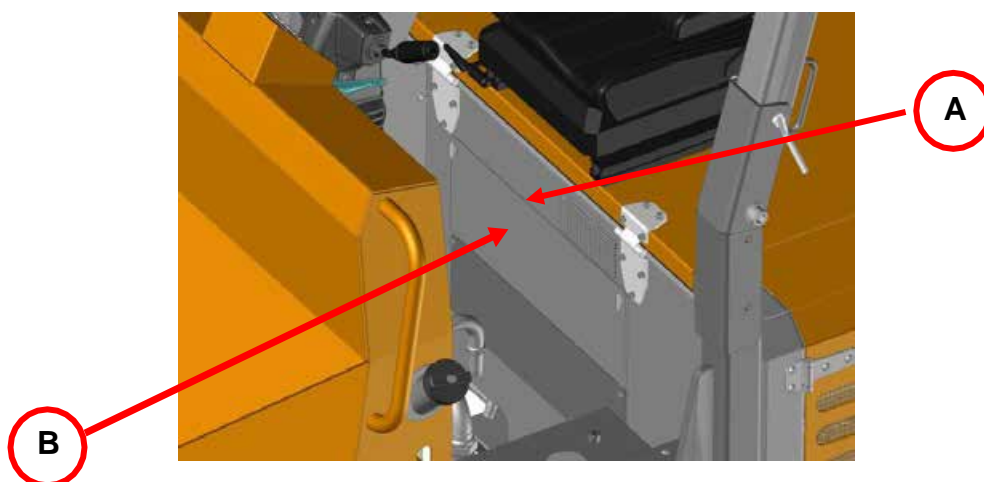

Abbildung 32. Zugangsabdeckung zur Hydraulikpumpe
Um auf die Hydraulikpumpe zuzugreifen, entfernen sie die in Abbildung 32 (A) gezeigte Abdeckung. Wenn Sie mehr Zugang benötigen, verwenden Sie den Inbusschlüssel Nr. 6 und entfernen Sie die in Abbildung 32 gezeigte Abdeckung B. Um Zugang zur Abdeckung B zu erhalten, müssen Sie zuerst das Trittbrett wie im vorherigen Abschnitt gezeigt entfernen.